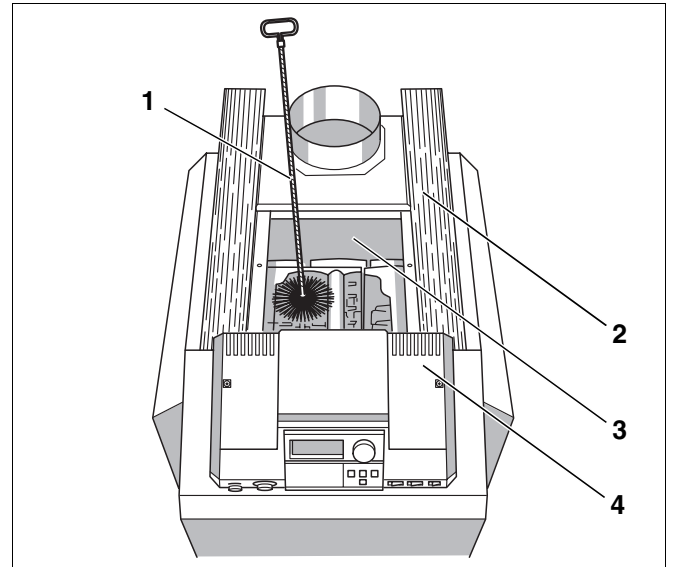

Abb. 49 Reinigung der Heizgaszüge
- Wärmeschutz (Abb. 49, **Pos. 2**) zur Seite klappen.
- Reinigungsdeckel vom Abgassammler (Abb. 49, **Pos. 3**) abschrauben.
- Heizgaszüge mit Reinigungsbürste (Abb. 49, **Pos. 1**) durchbürsten.
- Wärmeschutz (Abb. 49, **Pos. 2**, Seite 47) zur Seite klappen.
- Reinigungsdeckel vom Abgassammler (Abb. 49, **Pos. 3**, Seite 47) abschrauben.